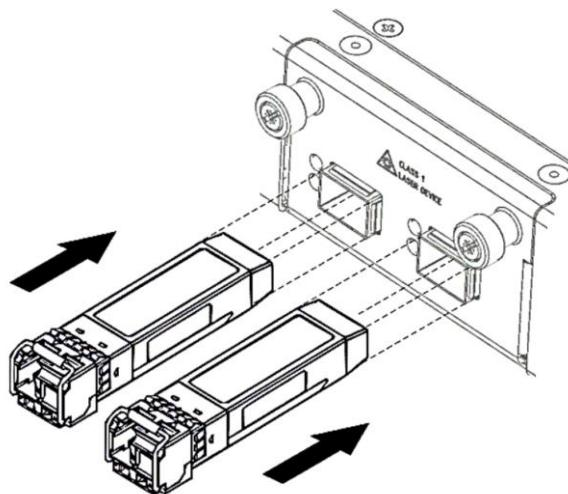

Рисунок 26 – Установка SFP-трансиверов в слоты модулей расширения
- - установка SFP-трансиверов в соответствующие слоты всех модулей расширения осуществляется защелкой (этикеткой) вверх (рисунок 26);